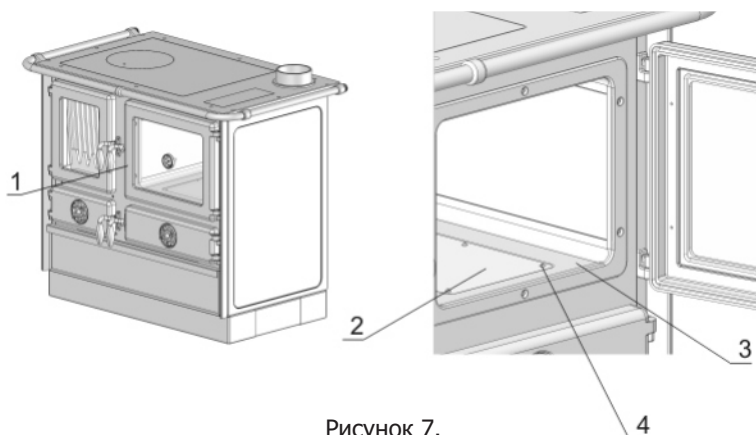

Рисунок 7.
Открыть дверцу духовки (Рисунок 7.) (1), отвинтить 6 винтов (4) на дне духовки (3) и снять крышку со дна духовки (2). Вспомогательным прибором устранить накопившуюся сажу со дна плиты и из-под духовки. После очистки вернуть обратно крышку дна духовки в первоначальную позицию и закрепить винтами с дном духовки.